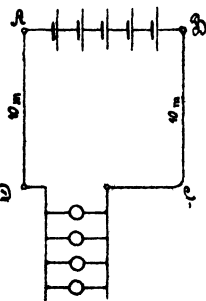

Fig. 16.
81. Fünf Elemente von je 1,8 [1,9] (1,8) V elektromotorischer Kraft und 0,2 [0,19] (0,25) Ω innerem Widerstand sind hintereinander geschaltet. 10 [12] (15) m von der Stromquelle entfernt, werden 4 [5] (6) parallel geschaltete Glühlampen von je 16 [20] (24) Ω Widerstand gebrannt, welche durch 2 je 1,2 [1,5] (2) mm dicke Kupferleitungen AD und BC mit der Stromquelle verbunden sind (Fig. 16).